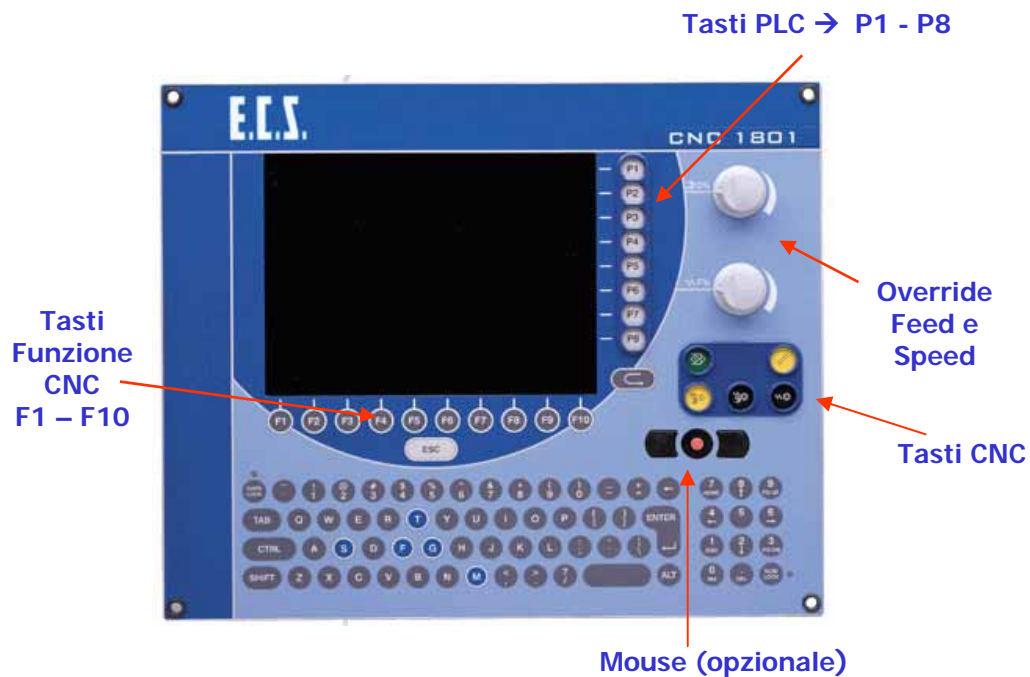

FIG. 2-1 Pannello Operatore Monolitico con TFT da 10,4"
- **“Monolitico”** ovvero che integra in un unico modulo sia la tastiera a membrana che un TFT da 10,4” (Vedi **FIG. 2-1**). Questo tipo di pannello è esclusivamente collegabile al **CNC 1802**. Il pannello è dunque caratterizzato da dimensioni contenute ed elevato livello di protezione (**IP-64**).
Come si può notare dalla **FIG. 2-1** nel Pannello Operatore "Monolitico" del **CNC 1802** sono presenti due manopole per la regolazione dell'Override **Speed** e **Feed**. Tali regolazioni, per consentire una buona risoluzione, sono realizzate tramite 2 potenziometri lineari.